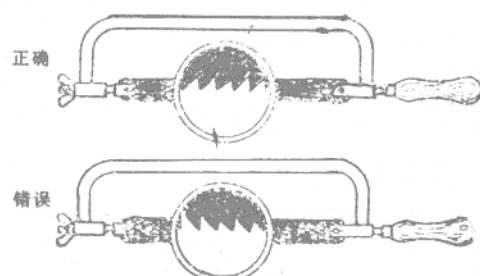

图 1—17 锯条锯齿方向
(2)安装锯条时,要注意锯齿尖端的方向应指向前进切削的方向(图 1—17)。